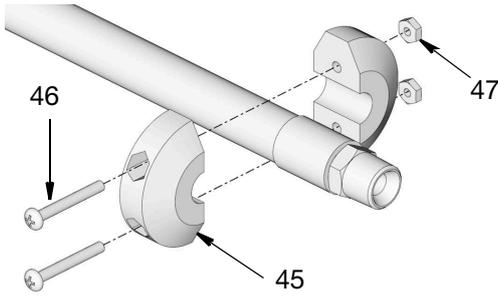

FIG. 14
- Vuelva instalar el tope de bola y la válvula dosificadora (FIG. 14).
- Retire la abrazadera en C (A).